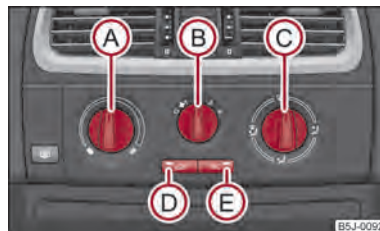

Fig. 79 Sistema de aire acondicionado: Elementos de mando
El aire acondicionado funciona si se presiona el conmutador  ⇒ fig. 79  y se cumplen las siguientes condiciones:
- Gire el regulador giratorio  ⇒ fig. 79 hacia la derecha para aumentar la temperatura.
- Pulsar la tecla   ⇒ fig. 79. En la tecla se encenderá el testigo de control.
- Elementos de mando Ⓐ, Ⓑ, Ⓒ y las teclas Ⓓ y Ⓔ ⇒ fig. 79.
- Pulsar la tecla Ⓢ Ⓓ ⇒ fig. 79, se encenderá el testigo de control en la tecla.
Si el regulador distribuidor de aire  se encuentra en la posición  $\Rightarrow$ fig. 79, el servicio de aire circulante se desconectará automáticamente. Pulsando repetidamente la tecla , puede volver a conectar el servicio de aire de circulación también en esta posición.